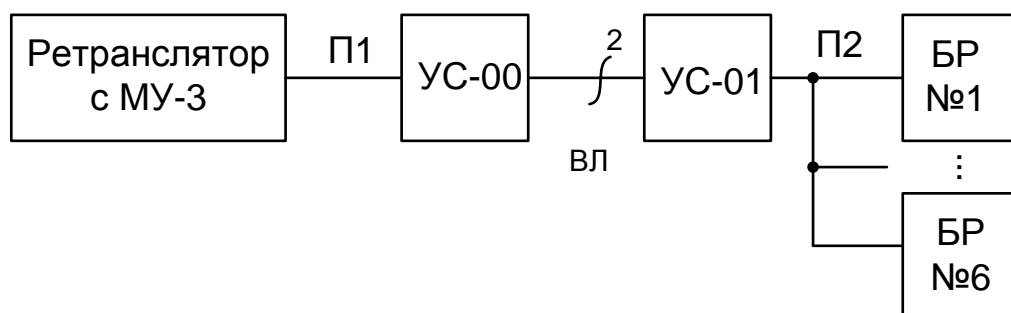

Рисунок 9.1
9.7.2 Допустимая длина линии связи "ретранслятор-БР" при подключении через кабель не должна превышать 15 метров. Для увеличения расстояния (удаленный вынос БР) данную связь необходимо организовать через устройства сопряжения УС-00 и УС-01 (см. рисунок 9.1).